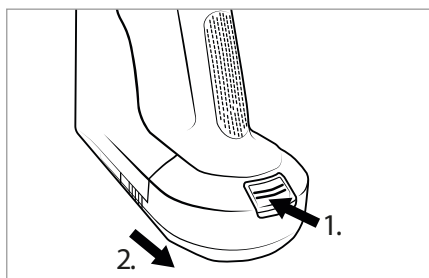

Fig. 13
- ♦ Para remover o acumulador **2** do aparelho, mantenha o botão de desbloqueio do acumulador **1** pressionado e puxe o acumulador **2** para fora do aparelho (ver fig. 13).